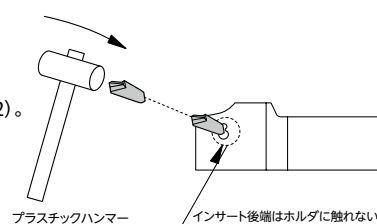

Fig. 1 取付け方法
1. インサートは、プラスチックハンマーで軽く叩いて押し込んでください (Fig. 1)。